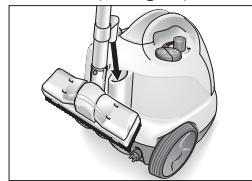

Fig. 9: Parkeringsposisjon
- Ved kortere arbeidsavbrudd kan forlengerøret plasseres i parkeringsposisjon med dysen montert (se fig.9).